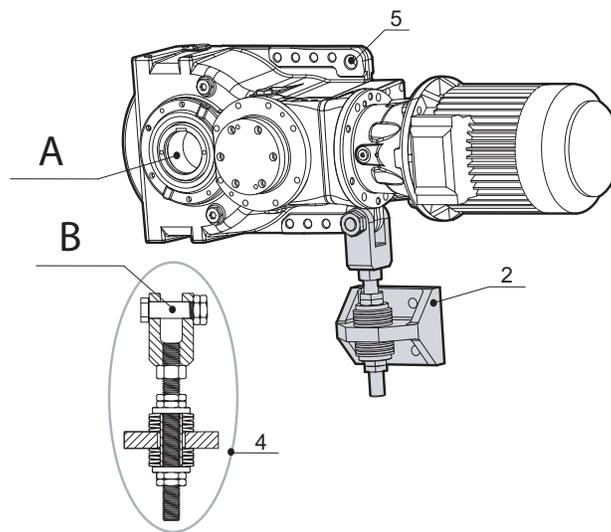

Fig. 9
Équipez le tirant de réaction des pièces établies lors de la conception (rondelles ressort, amortisseurs élastiques, etc.) (pos. 4). Ancrez le tirant de réaction à la structure de la machine (pos. 2) et serrez avec des vis de fixation (classe 8.8 minimum recommandée) en appliquant un couple de serrage selon le tableau Tableau 4: Couples de serrage (p. 19) (voir Fig. 9 (p. 22)).